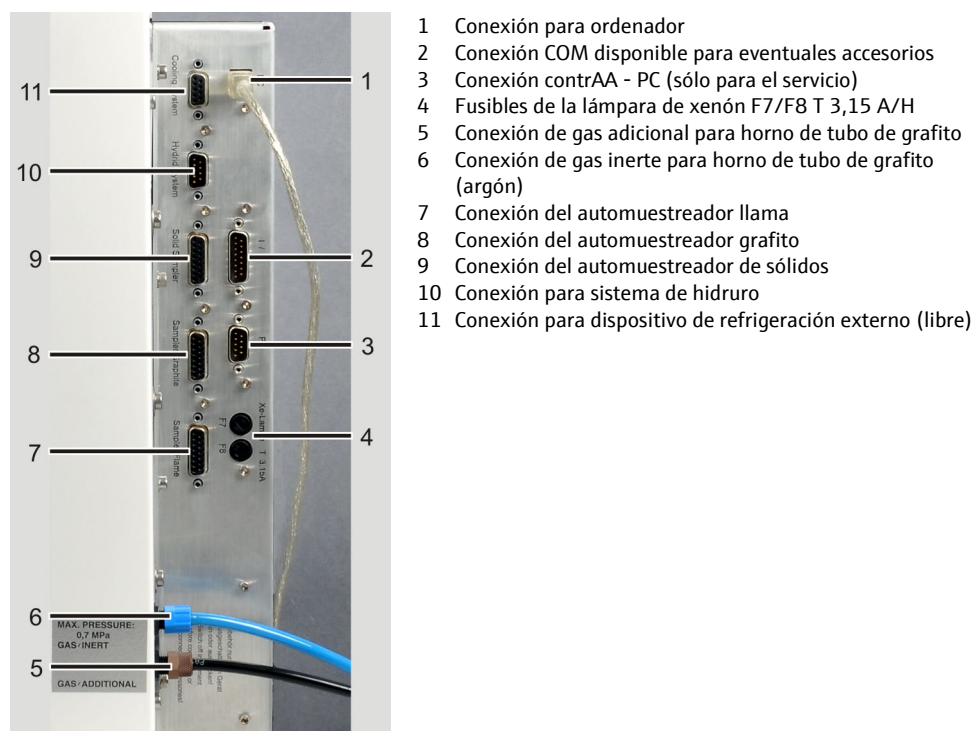

Fig. 28 Regleta multienchufe de contrAA 800 D y G
8. Conecte el ordenador y el contrAA 800 con el cable USB (1 en Fig. 28 pág.52 o Fig. 30 pág.53).